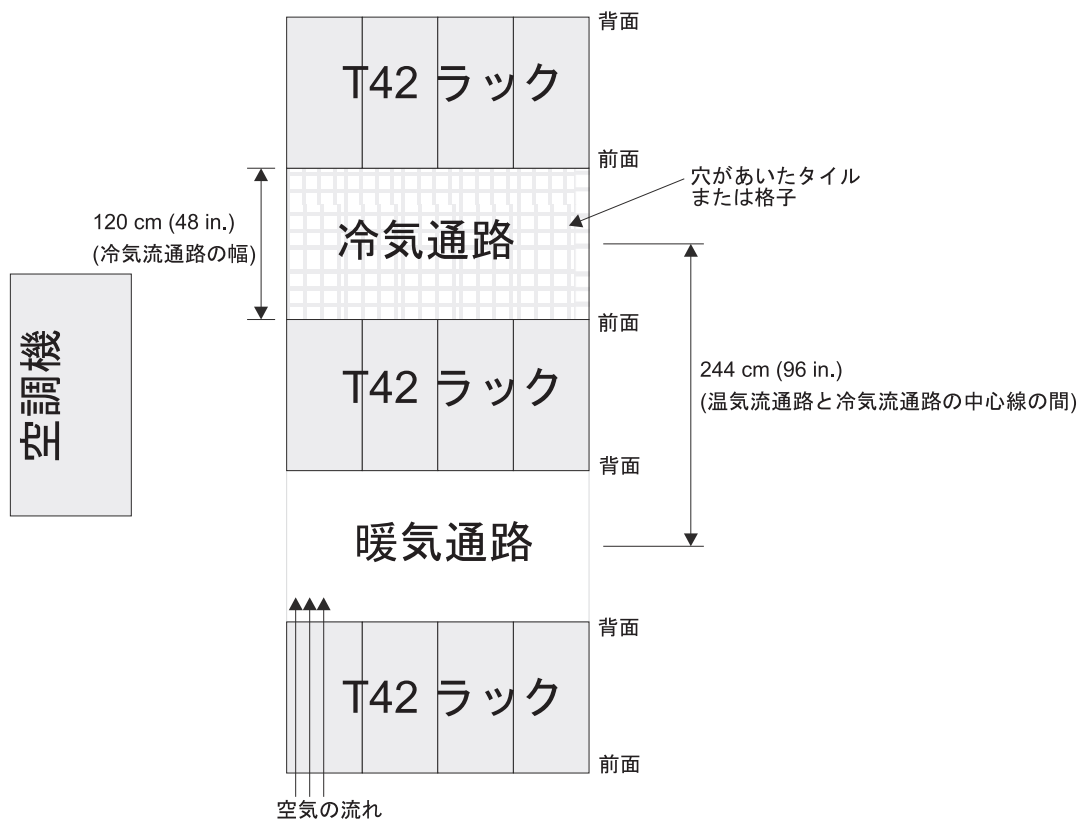

図 1-15. 冷氣通路/暖気通路ラック構成の例
- 空気はラックの前面から入り、背面から出るようにすること。ラックから出る空気が、別の装置の取り入れ口に入らないようにするために、ラックを、背面と背面、あるいは前面と前面を合わせるようにして交互の列に配置する必要があります。この配置方法は「冷気通路/暖気通路」と呼ばれ、1-24 ページの図 1-15 にその図を示しました。
- ラックが対面または背中合わせの列で並んでいるところでは、冷気通路の幅を 122 cm (48 in.) 以上取って、列を離す必要があります (1-24 ページの図 1-15 を参照)。